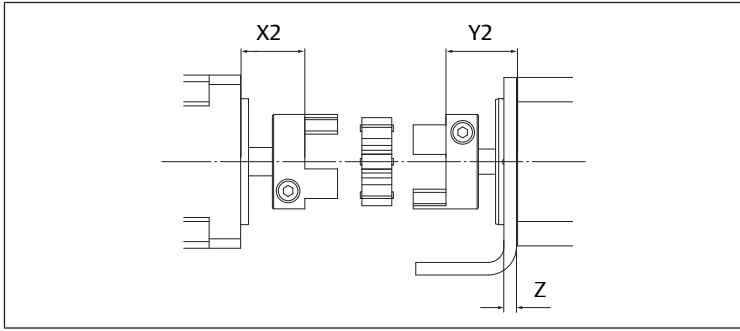

Fig. 13: Dimensions de position pour coupleur avec fixation par patte d'équerre
- Pour coupleur avec fixation par patte d'équerre. Voir → Fig. 13 et → Tab. 5.
- Serrer les vis (12).